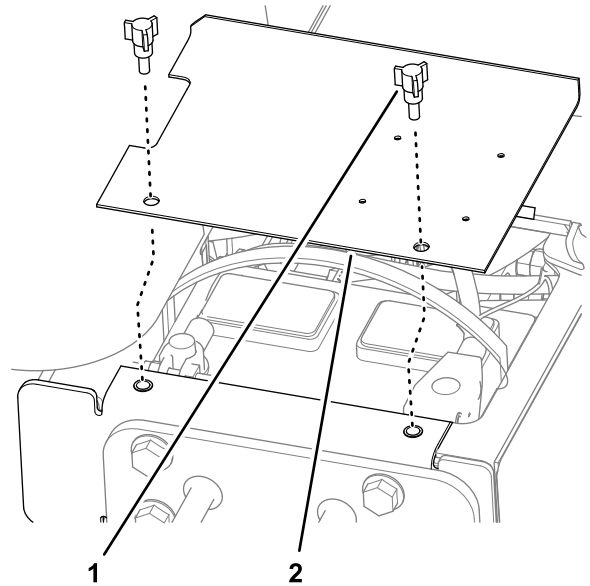

图 2
1. 拧松将外电池盖固定到机器机架上的 2 个旋钮然后取下电池盖图 2。